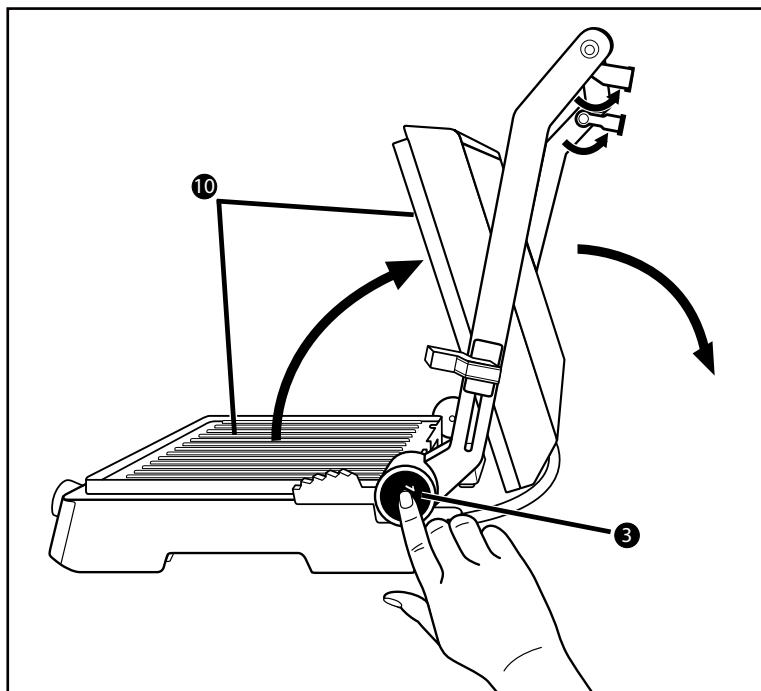

Fig. 1
- 1) Aprire i due piedini di appoggio 1 (fig.1).
- 2) Premere il tasto di sbloccaggio 180° 3 (fig.1) e aprire il coperchio dell'apparecchio in modo tale da poter utilizzare entrambe le piastre riscaldanti 10 come grill da tavolo.